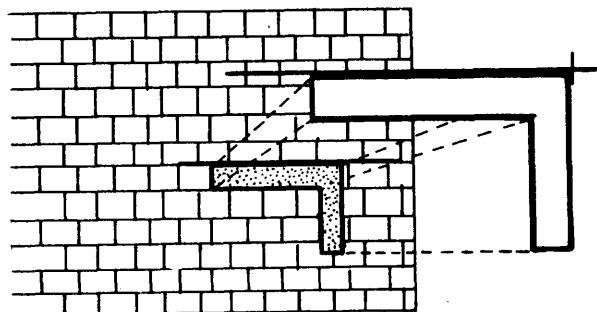

Fig. 7
- 2º paso *Coloque el canto exterior de un lado de la escuadra, justo con la guía o referencia conocida (fig. 7).*
- 3º paso *Haga coincidir el vértice de la escuadra con el punto donde se haya de trazar la perpendicular (fig. 7).*